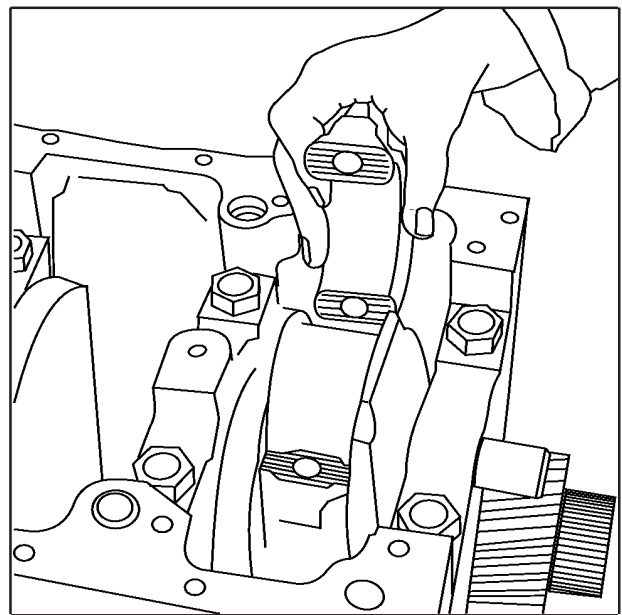

FIG 25
6. Monte a capa na biela correspondente ao cilindro, **Fig. 25** e fixe-a a um torque de 96 - 103 Nm (9,6 - 10,3 kgf . m) (70 - 75 lbf . pé).